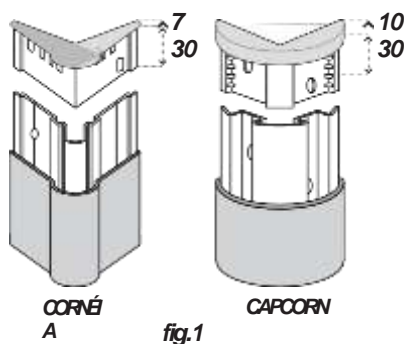

fig.1
- Calcular o comprimento do núcleo de alumínio a cortar, deduzindo as dimensões das tampas do comprimento total. As tampas podem ser colocadas na parte superior e inferior dos protectores (fig. 1).